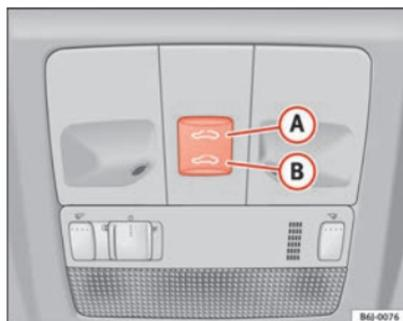

Abb. 51 Panoramadach / Ausstelldach
- Wird der Taster **B** ⇒ Abb. 51 ⇒ ⚠ betätigt und betätigt gehalten, führt das Dach die Schließbewegung aus, bis der Taster wieder losgelassen wird.